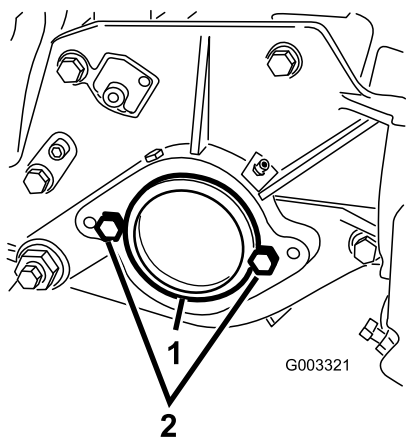

Figura 7
2. Na extremidade direita da unidade de corte, retire o tampão de plástico da caixa de rolamentos (Figura 7).
3. Retire os 2 parafusos da placa do lado direito (Figura 7).
2. Parafuso (2)
5. Instale os 2 parafusos de montagem do motor do cilindro na placa do lado esquerdo da unidade de corte (Figura 7).